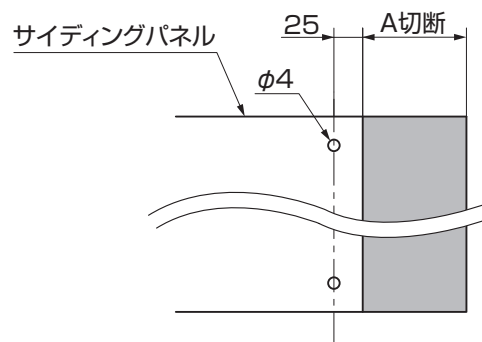

図6-29 サイディングパネルの加工
- フレーム垂直施工の場合のサイディングパネル切断後、φ4の下穴をあけてください。(図6-29、表6-2参照)